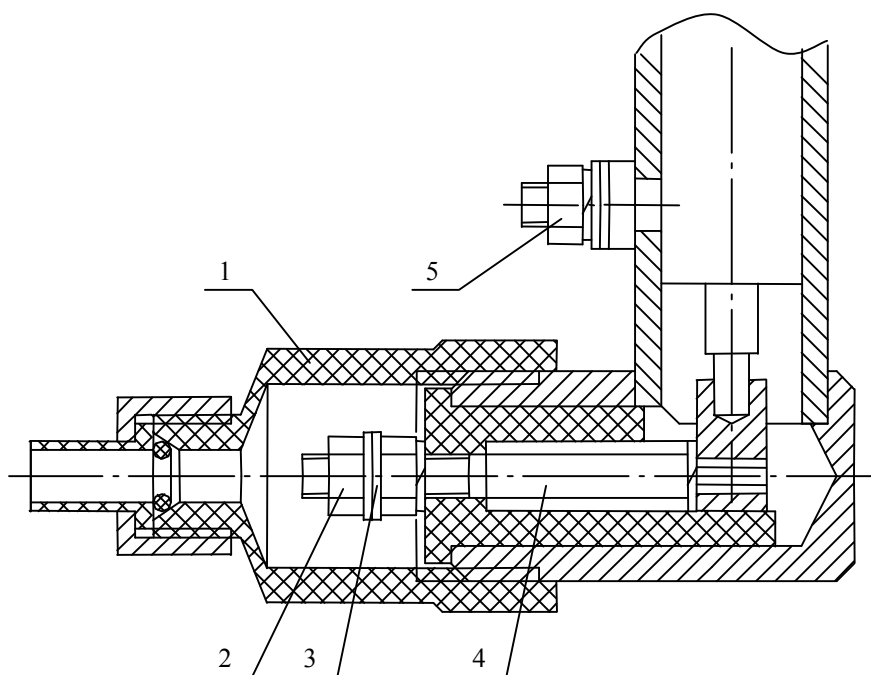

Рис. 1. Узел присоединения кабеля.
7.2. Вывернуть из корпуса зонда защитный колпачок 1 и протянуть через него провод. Отвернуть гайку 2 и снять шайбу 3 с электрода 4. Закрепить провод на электроде с помощью шайбы и гайки, а затем вернуть защитный колпачок. Винт 5 используют для заземления корпуса зонда. Узел присоединения кабеля показан на рис. 1
5 - фланец; 6 - контргайка; 7 – узел присоединения кабеля (см. рис. 1); 8 - рабочий электрод.
7 – узел присоединения кабеля (см. рис. 1); 8 - рабочий электрод.